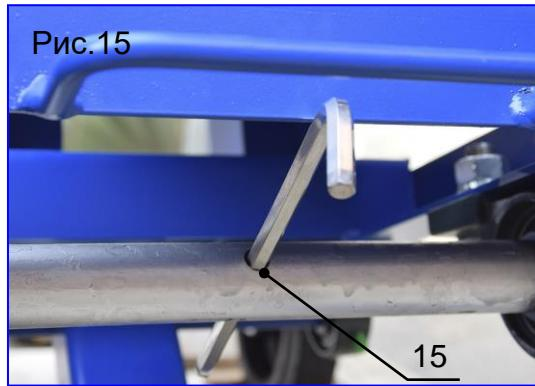

Рис.15
5) Зафиксируйте положение вала диска, вставив в отверстие на валу (поз.15, рис.15) стопорный штырь (не входит в комплект поставки).